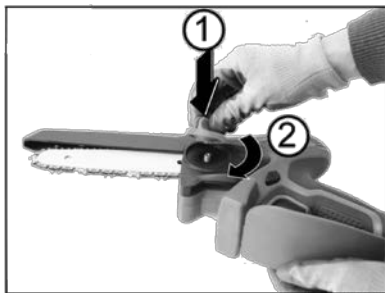

Рисунок 4
3.1.5 Встановіть захисну кришку приводної зірочки та закрутіть ручку натягувача (рисунок 4). Ланцюг буде натягуватися автоматично.